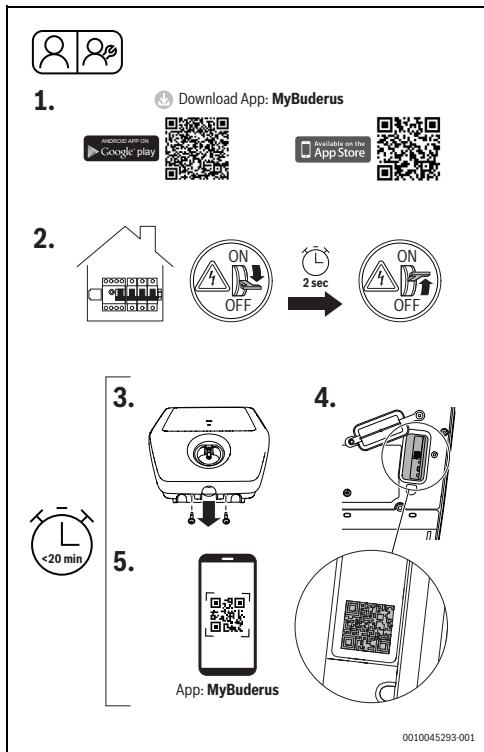

Bild 19 MyBuderus
- Logavolt über die Schalttafel der Stromversorgung ausschalten und nach ca. zwei Sekunden wieder einschalten (Abb. 19, Seite 15, Schritt [2]).
- Die beiden Schrauben an der Abdeckung lösen (Abb. 19, Schritt [3]).